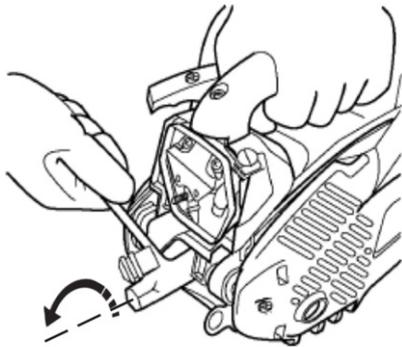

Fig.54
- 2) Ôter le capuchon et dévisser la bougie à l'aide de la clé fournie (Fig.54).